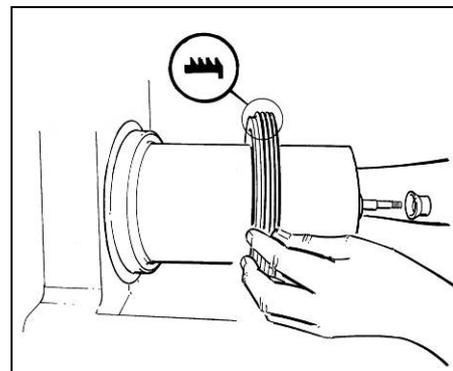

Fig. 12
- Remonter le joint arrière du bac et le joint avant à ventouse, en faisant attention au sens du premier, comme indiqué en figure 12.